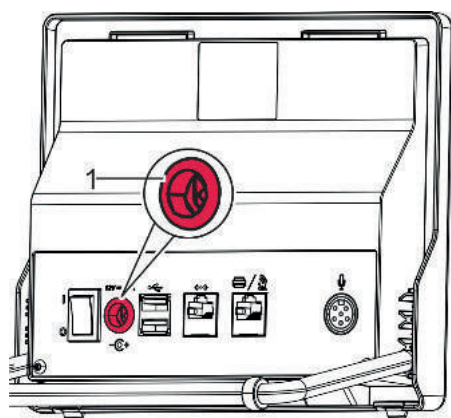

Abb. 10: Netzanschluss
2.  Netzteiladapter in den Netzanschluss (Abb. 10/1) stecken.